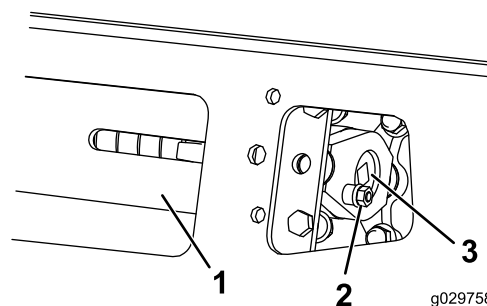
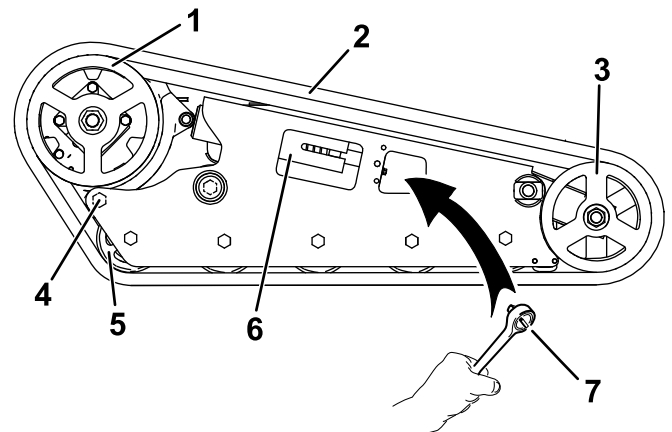

Figure 59
Figure 65
3. Enlevez le boulon de blocage, l'entretoise et l'écrou (Figure 59).
5. Alignez l'encoche la plus proche dans la vis de tension et le trou du boulon de blocage, et fixez la vis avec le boulon et l'écrou de blocage (Figure 59).
4. Enlevez le boulon et l'écrou de blocage (Figure 59).
5. À l'aide d'une clé à cliquet de 1/2", tournez la vis de tension dans le sens horaire pour détendre la transmission (Figure 59 et Figure 65).
6. Desserrez le boulon arrière près de la roue d'entraînement (Figure 65).